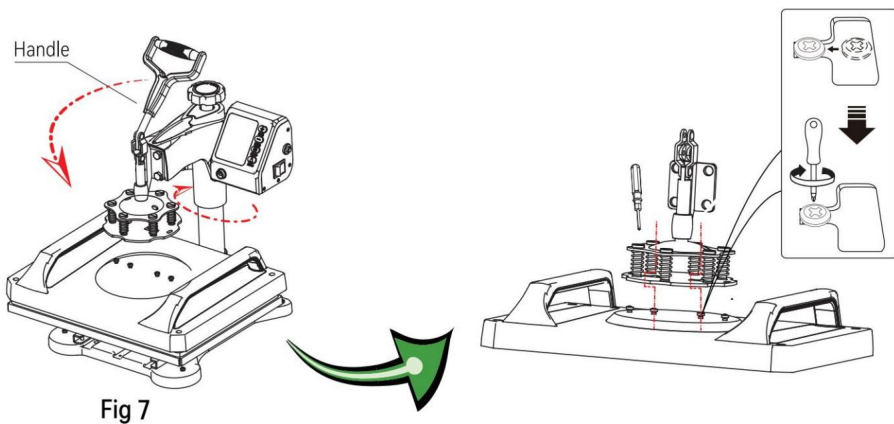

Fig 7
7. Vrid tillbaka huvudet till det ursprungliga läget och tryck försiktigt ned handtaget så att koppkåpan på kopphuvudskruven ovanför tryckplattan snäpper in i skåran och lås den sedan på plats med en skruvmejsel (som visas i fig 7)